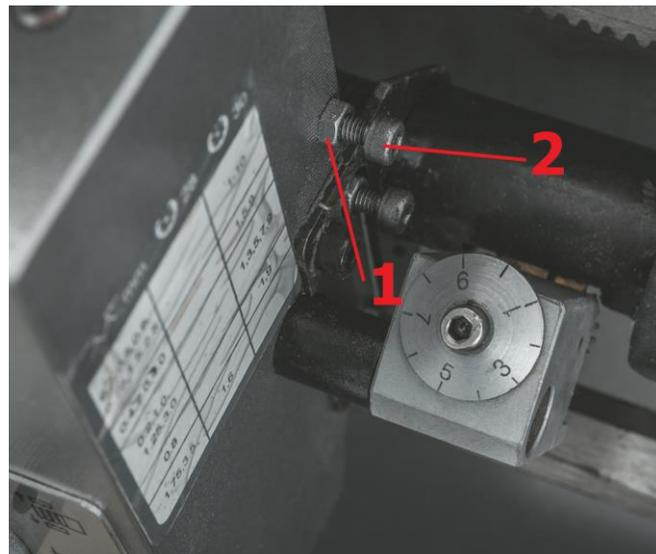

Рис. 27
Открутите две гайки (1, рис.27) справа на фартуке суппорта и отрегулируйте установочный винты (2) таким образом, чтобы половинки гайки ходового винта без зазора были расположены в своих направляющих. Закрутите гайки и винты.